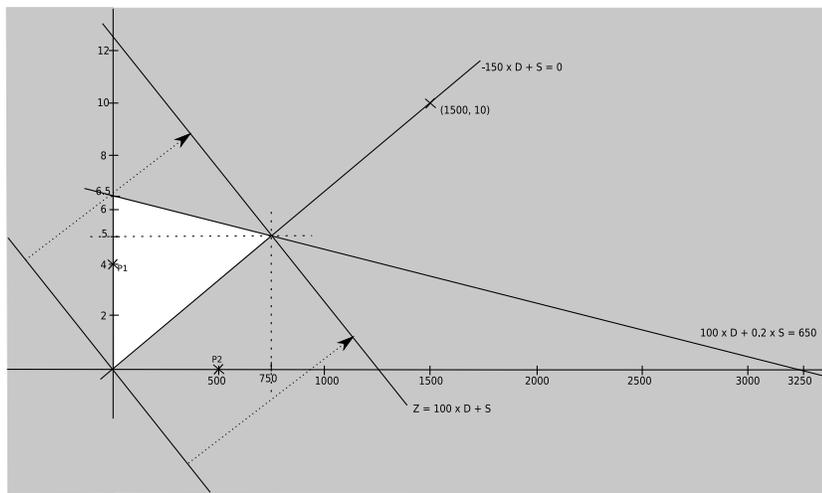

FIG. 2.22 – Résolution géométrique
Pour délimiter le domaine des solutions admissible (voir figure 2.22) :
- on trace la droite  $-150 \times D + S = 0$ . Elle divise notre plan en deux. D'un coté il y a des valeurs admissibles et de l'autre des valeurs qui ne répond pas à la contrainte (il faut que  $-150 \times D + S \leq 0$ ). Ici comme il y a un nombre négatif dans les facteurs, la logique de dire «inférieur veut dire en dessous de la droite» ne tient pas. Pour trouver de quel coté de cette droite se trouvent les valeurs admissibles, il suffit de tester un point de chaque coté. On calcule par exemple la valeur pour le point P1 ( $S = 0$  et  $D = 4$ , donc  $-150 \times D + S = -600$ ). On obtient -600 qui est bien inférieur ou égale à 0, donc ce point est acceptable. Par contre pour le point P2 ( $S = 500$  et  $D = 0$  donc  $-150 \times D + S = 500$ ), la valeur obtenue 500, prouve que ce point n'est pas admissible. Donc sur le graphe de la figure 2.22, le domaine admissible des solutions se trouve au dessus de la droite  $-150 \times D + S = 0$ .